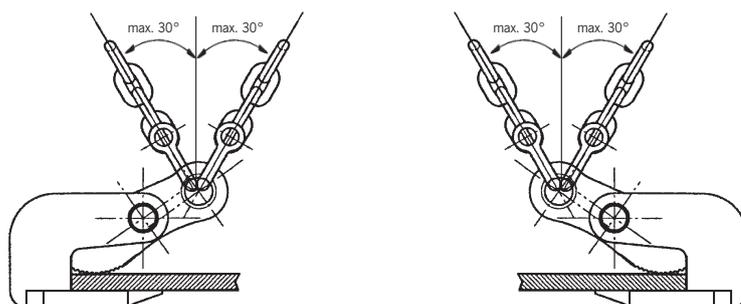

Fig. 5
- Las garras han de ser colocadas en la carga de forma que el ángulo β de inclinación nunca sea mayor de 30° en ambas direcciones (Fig. 5).